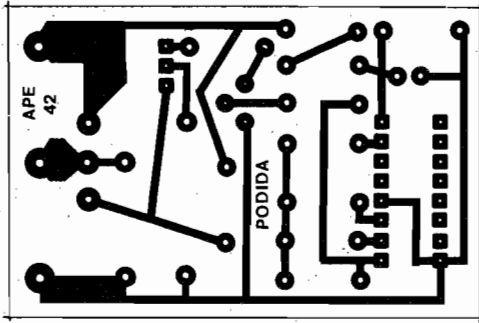

Fig. 2
- FIG. 2 - O LAY OUT DO CIRCUITO IMPRESSO ESPECÍFICO - Em tamanho natural (pode ser copiado diretamente, com carbono, sobre a face cobreada de um fenolite virgem...), o padrão de ilhas e pistas é mostrado na figura, provando o que dizíamos sobre “descomplicação”... Realmente, o arranjo, embora compacto é pouco “congestionado”, com o que mesmo quem ainda não tem muita prática na confecção conseguirá “se virar” bem. Devido à presença do Integrado (e das suas inevitáveis ilhazinhas, próximas e rigorosamente alinhadas...) recomendamos enfaticamente a utilização de decalques ácido-resistentes, na elaboração do **lay out** pré-corrosão... Entretanto, quem for bastante atento e caprichoso, também obterá bons resultados usando canetas especiais ou outras formas de demarcar as regiões a serem protegidas do percloreto de ferro, durante a decapagem do cobre... O fundamental na confecção do Impresso é a rigorosa conferência final (obviamente **antes** de qualquer soldagem...) e a eventual correção de falhas ou “curtos” obviamente danosos ao funcionamento do circuito... As INSTRUÇÕES GERAIS PARA AS MONTAGENS dão “dicas” valiosas para o “antes”, o “durante” e o “depois” da utilização prática de Circuitos Impressos... Vão lá... Lembramos que quem optar (e isso, claramente não é “obrigatório”, mas ajuda muito...) pela aquisição da **PODIDA** na forma de **KIT** (tem um Anúncio/Cupom por aí, em outra página da Revista...) se “livrará” do trabalho de confecção, uma vez que receberá a placa já prontíssima, inclusive com a demarcação do “chapeado” em **silk screen**, o que facilita enormemente a montagem **sem erros...**